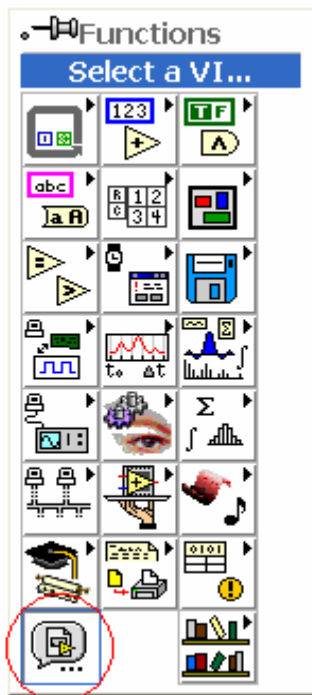

Fig.2.20. Butonul Select a VI
- se folosește butonul **Select a VI** din paleta **Functions**, ceea ce are ca rezultat deschiderea unei casete de dialog de tip **Open File**, care deschide automat directorul **My Documents** (sau alt director în care s-au salvat). În această casetă se navighează până la aplicația care se dorește a fi inserată (fig.2.20);